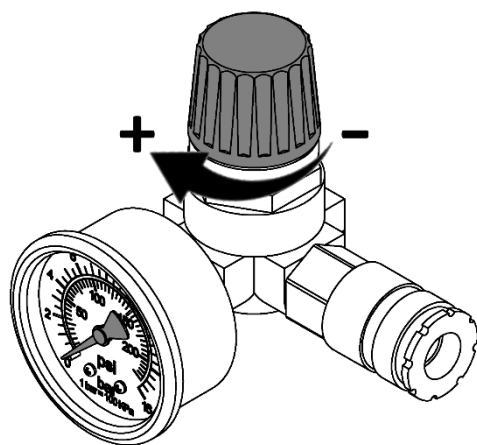

Рисунок 5
8.3.1 Настройка давления в подсоединенных исполнительных устройствах регулятором давления осуществляется следующим образом (рисунок 5):